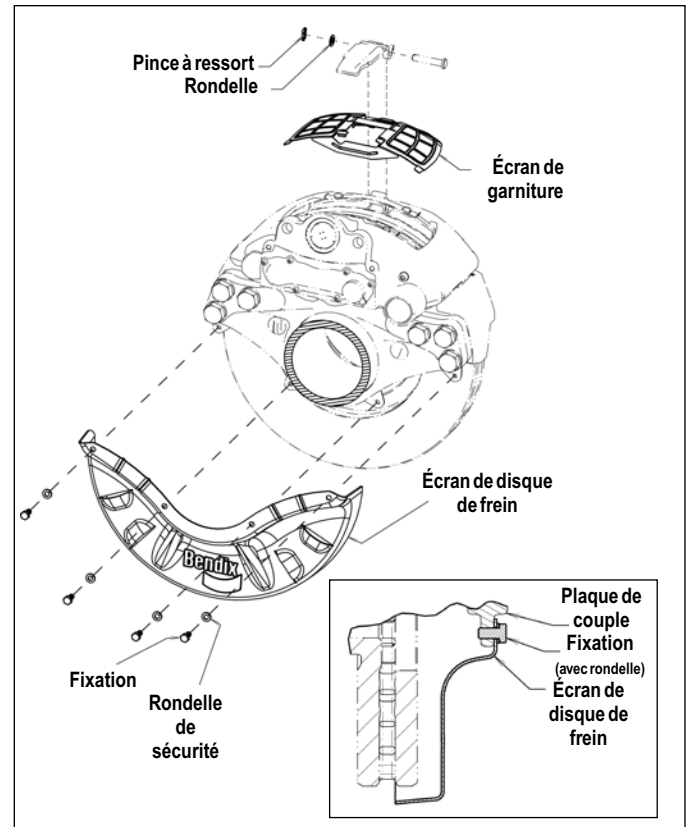

FIGURE 32 - VUE EXPLOSÉE DE L'ESSIEU TRAINÉ AVEC MÉDAILLON MONTRANT L'INSTALLATION DE L'ÉCRAN DU DISQUE DE FREIN
5.1.4 Écrans de disque de frein sur essieu trainé (Cf. Figure 32). Placer l'écran de disque de frein avec la plaque de couple entre l'écran et le disque de frein. Avec une rondelle de blocage (fournie) sur chaque vis d'assemblage, faire passer les vis à travers l'écran avant de les visser dans les trous de la plaque de couple. Visser les vis d'assemblage à un couple de 32,54 Nm (24 pi-lb/288 po-lb).